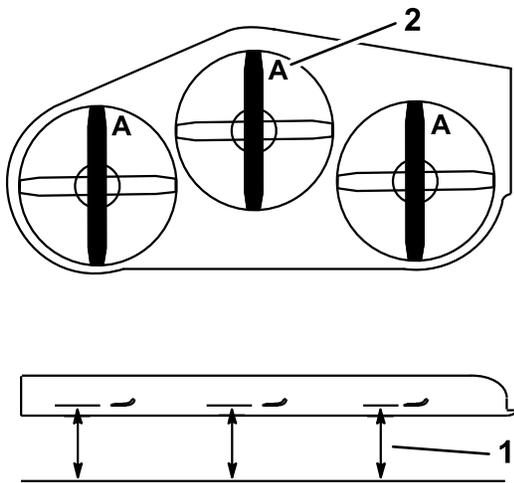

Figura 81
3. Gire las cuchillas hasta que los extremos estén orientados hacia adelante y hacia atrás. Mida desde una superficie nivelada hasta el filo de corte, posición A, de las cuchillas (Figura 81). Anote esta dimensión.